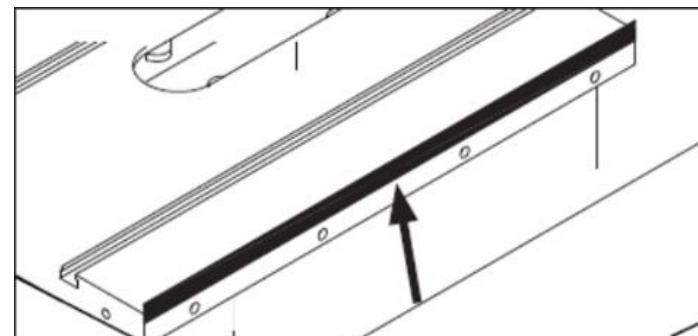

Рис. 8. Расположение клейкой ленты для опускания расширительной консоли
- Если наружный конец расширительной консоли поднят вверх, в качестве регулировочной прокладки для его опускания следует использовать клейкую ленту по верхней кромке основного стола (см. рис. 8).